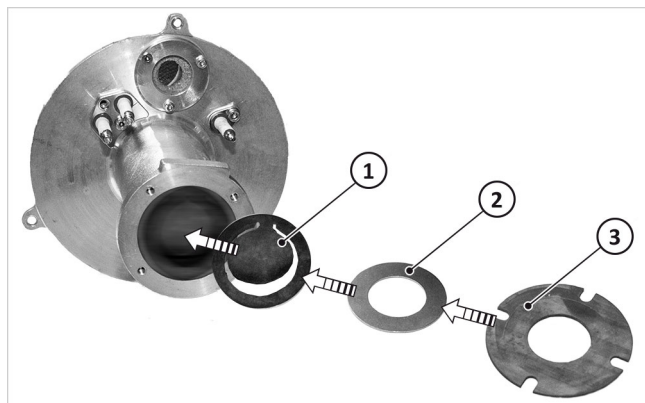

Abb. 5: Rückschlagklappe, Blende und Gebläseflanschdichtung
4. Rückschlagklappe wie in → Abb. 5 (1) gezeigt und Gebläseflanschdichtung → Abb. 6 korrekt ausrichten.